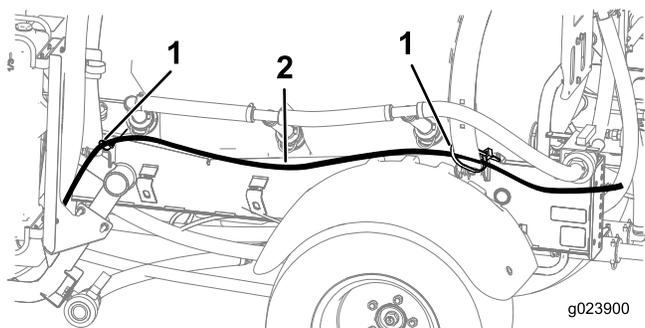

Figura 12
2. Disponete i 2 flessibili della schiuma provenienti dalle barre in direzione del lato della macchina su cui si trova la staffa di montaggio. Figura 12